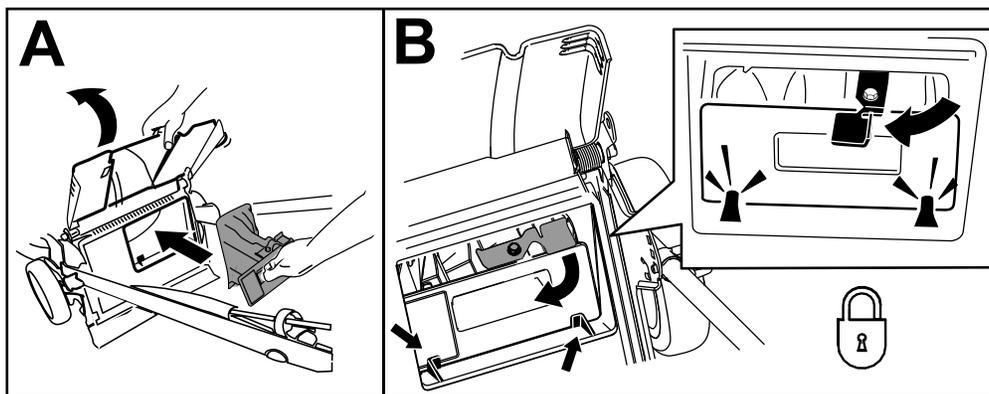

Figure 24
**Important:** Vérifiez que l'obturateur d'éjection arrière est bien verrouillé en place. Pour verrouiller l'obturateur, relevez le déflecteur arrière (Figure 24), appuyez fermement sur l'obturateur jusqu'à ce qu'il s'enclenche en position derrière les pattes, puis tournez le levier situé dessus vers la gauche (Figure 24).